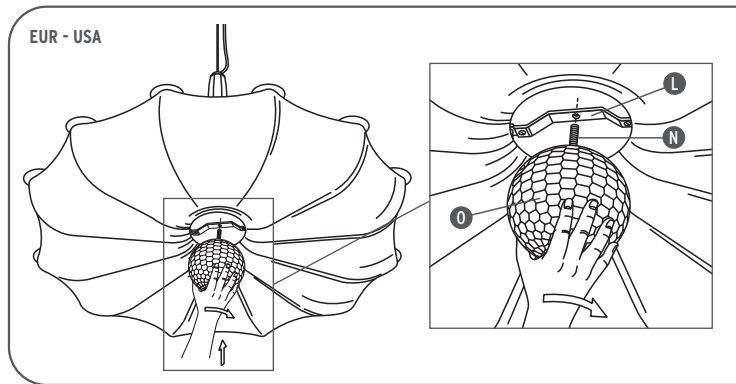

Fig. 7
- <IT> Fig.7 Montare il fregio inferiore (O) avvitandone il perno filettato (N) nell'apposito foro centrale della staffa (L).
- <GB> Fig.7 Mount the lower frieze (O) by screwing the threaded pivot (N) into the proper central hole of the stirrup (L).
- <DE> Abb.7 Untere Leiste (O) montieren, indem der Gewindestift (N) in die mittlere Bohrung des Bügels (L) eingeschraubt wird.
- <FR> Fig.7 Monter la frise inférieure (O) en en vissant le pivot fileté (N) dans le trou central du serre-joint à cet effet (L).
- <ES> Fig.7 Montar el friso inferior (O) enroscando el perno a rosca (N) en el propio agujero central de la brida (L).
- <PT> Fig.7 Montar a moldura inferior (O) aparafusando o pino com filetes (N) no apropriado furo central do estribo (L).
- <RUS> Рис.7 Монтировать нижнюю накладку (O), завинчивая резьбовой штырь (N) в специальное центральное отверстие скобы (L).
- <J> 図7. U字型支えの中央にある穴(L)にネジ山つきピボット(N)を回し入れながら、带状装飾(O)を取り付けます。